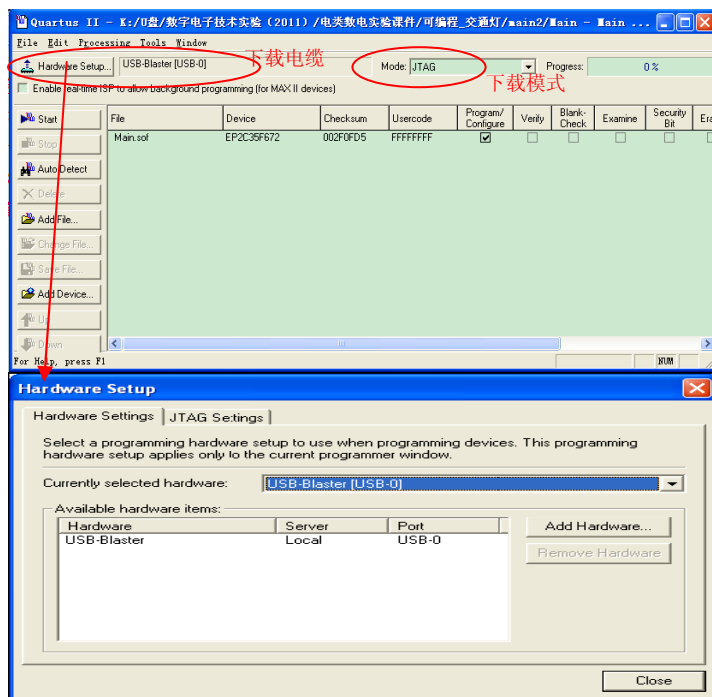

图25 选择下载模式和接口方式
(1) 连接好 USB 下载电缆，将 EP3C16 适配板左下角的 JTAG 用十芯排线和下载器连接，再打开实验箱电源。
(2) 在菜单“Tool”中选择“Programmer”，或直接单击工具栏上的快捷键。
(3) 设置编程模式。若是初次安装的Quartus II，在下载编程前需要选择下载接口方式JTAG。在图25所示窗口中单击“Hardware Setup”选择下载电缆，可打开如图下方所示的窗口。按照用户手册上使用设置byteblaster的方法设置USB-blaster，所不同的是在如下图的地方选择usb-blaster即可。